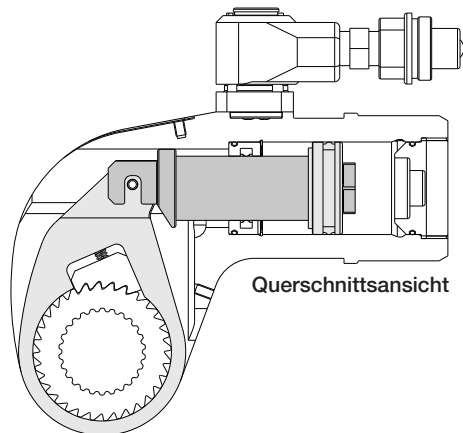

Abb. 20
5.3.6 - Montage des Kolbens (Abb. 20 und 22)